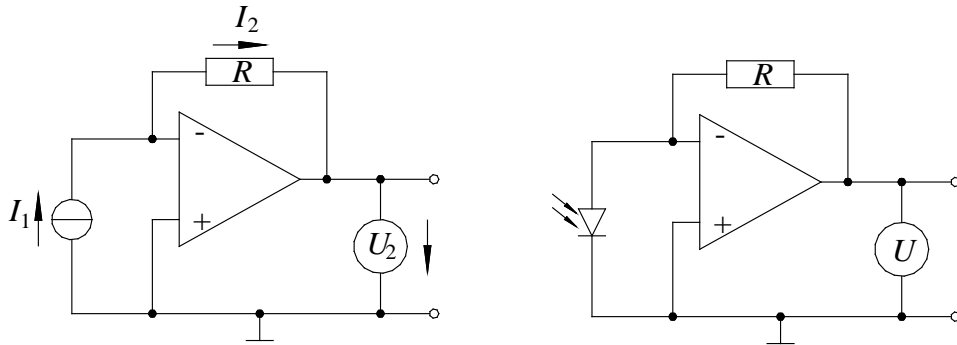

Abb. 8: *Links:* Transimpedanzverstärker. Der Kreis links mit der waagrecht verlaufenden Sehne ist das Schaltsymbol einer Stromquelle.
Ein *Transimpedanzverstärker* (Abb. 8 links), auch als *Strom-Spannungs-Wandler* oder *Stromgesteuerte Spannungsquelle* bezeichnet, wird verwendet, um einen Eingangsstrom  $I_1$  in eine dazu proportionale Ausgangsspannung  $U_2$  zu wandeln.
$Z = R$  bestimmt nach Gl. (35) den Proportionalitätsfaktor zwischen Eingangsstrom und Ausgangsspannung. Mithilfe großer Widerstände können beim Transimpedanzverstärker demnach kleine Ströme in große Spannungen gewandelt werden. Ein wichtiges Anwendungsbeispiel dafür ist die Umwandlung der kleinen Fotostrome einer Fotodiode ( $\mu\text{A}$ -Bereich) in große Spannungen (V-Bereich). Die zugehörige Schaltung zeigt Abb. 8 rechts.
Zunächst wird mit einem Ampèremeter der Fotostrom  $I_L$  bei eingeschalteter LED und der Dunkelstrom  $I_d$  bei ausgeschalteter LED gemessen. Anschließend wird der Fotostrom mit einem Transimpedanzverstärker gem. Abb. 8 (rechts) in eine Spannung gewandelt. Für fünf verschiedene Widerstände  $R$  im Bereich (1 - 20) k $\Omega$  (ausmessen mit Ohmmeter, Messwerte fehlerfrei) wird jeweils die Ausgangsspannung  $U_L$  bei eingeschalteter LED und Dunkelspannung  $U_d$  bei ausgeschalteter LED mit einem Voltmeter gemessen. Anschließend wird  $(U_L - U_d)$  über  $R$  aufgetragen, aus der Steigung der Ausgleichsgeraden der Fotostrom  $I$  bestimmt und mit dem zuvor ermittelten Messwert  $I = I_L - I_d$  verglichen.